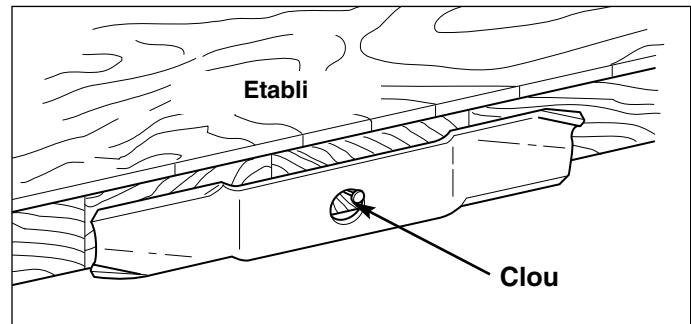

Figure 27. Equilibrage de la lame
5. Equilibrer la lame comme illustré à la figure 27. Centrer le trou de la lame sur un clou lubrifié d'une goutte d'huile. Une lame équilibrée doit rester à l'horizontale.